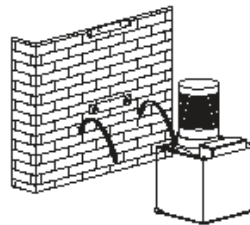
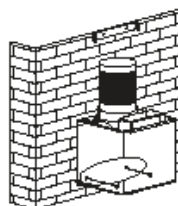

Abb.5
Abb.6
7. Hängen Sie den Motorblock am Haken ein (Abb. 5) und befestigen Sie ihn mit 2 Sicherungsschrauben (Abb. 6).